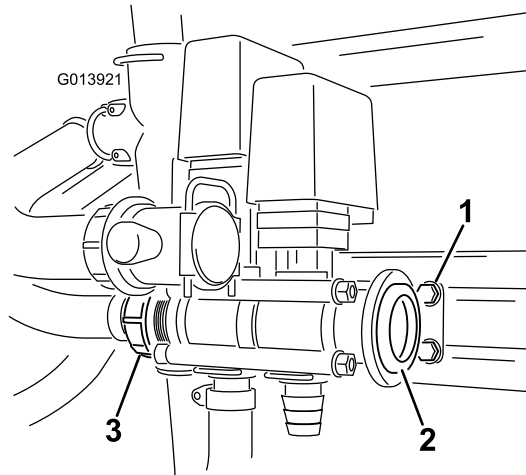

Figure 7
Remarque: Vérifiez que le support peut être ajusté quand les vannes sont correctement adaptées (Figure 7). Le couple de serrage maximal est 271 à 339 N-cm.
19. Insérez le joint dans l'adaptateur et placez le collier de serrage à vis sans fin non serré sur le corps de l'adaptateur (Figure 7).